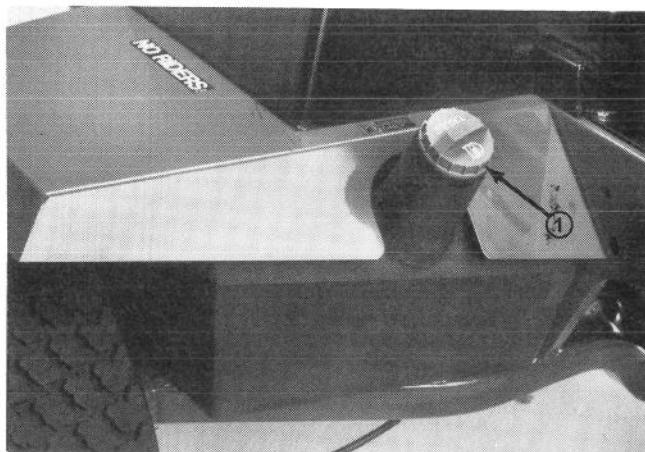

Figura 12
2. Quitar la tapa del depósito de combustible (Figura 12) y llenar el depósito con diesel #2 hasta 25 mm de la parte superior del depósito, *no de la boca de llenado*. NO SOBRELLENAR.